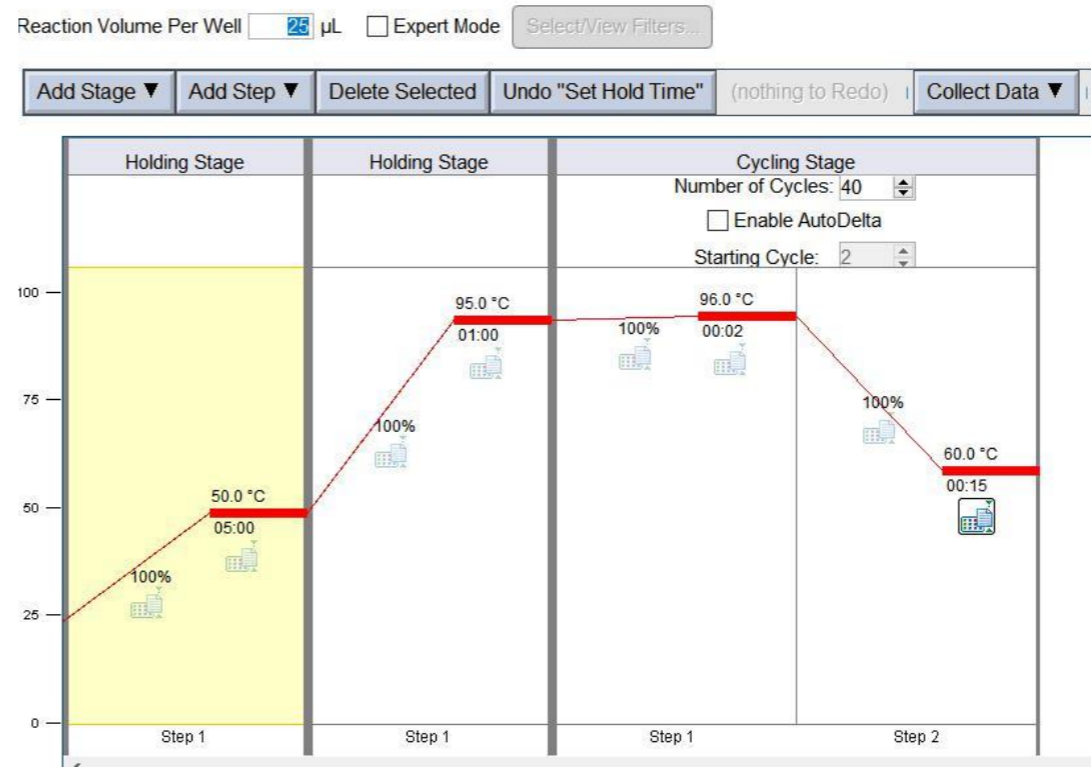

Figura 3. Configurazione del programma di amplificazione
- 3.2 Configurazione del programma di amplificazione (Figura 3):